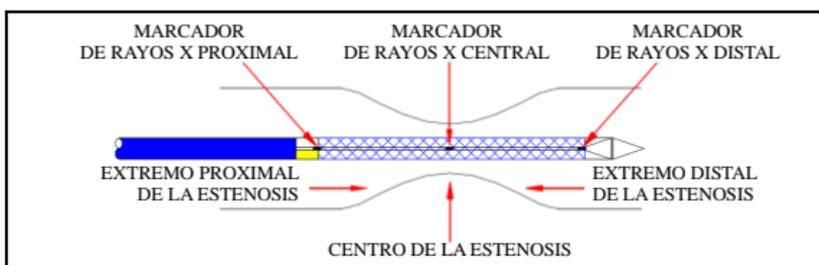

Figura 4
- Cuando el marcador de rayos X central alcance el centro del estrechamiento a tratar, continúe tirando el conector hacia atrás hasta que el stent se haya desplegado por completo. (Observe la figura 4, 5).
- d) Cuando el marcador de rayos X central alcance el centro del estrechamiento a tratar, continúe avanzando hacia atrás hasta que el stent se haya desplegado por completo. (Observe la figura 4, 6).